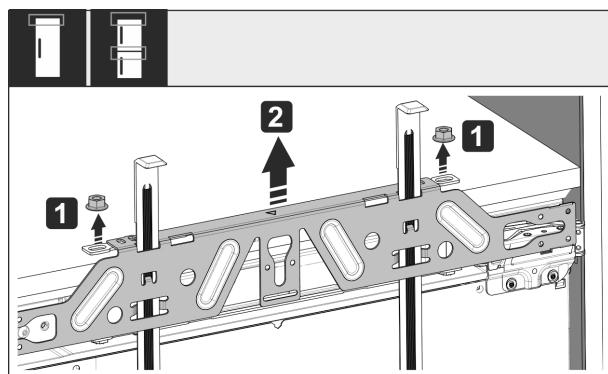

Fig. 52
- Povolte pojistné matice Fig. 52 (1).
- Sejměte upevňovací příčník Fig. 52 (2).